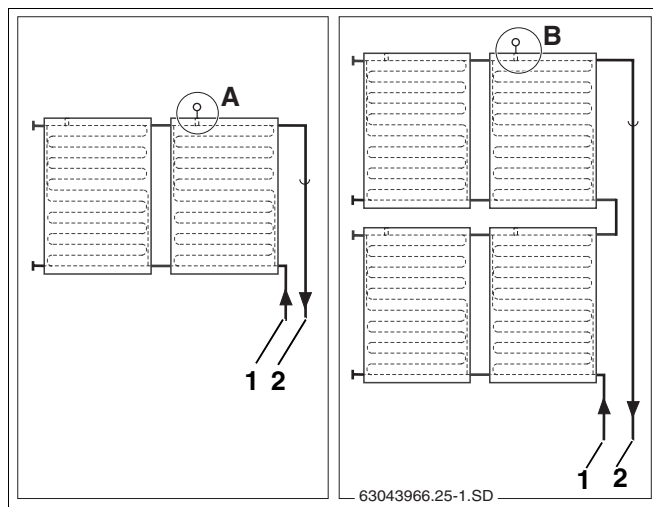

Fig. 31 Posizionamento della sonda del collettore (rappresentazione schematica)
Fare attenzione al posizionamento della sonda nel caso di collettori posizionati su una o due file (fig. 31).
La sonda del collettore deve essere montata nel collettore con la tubazione di mandata già collegata (fig. 31, **pos. 2**).
- Posizionamento (fig. 31, **pos. A**) per collettori disposti su una fila e con tubazione di mandata a destra.
- Posizionamento (fig. 31, **pos. B**) per collettori posti su due file con tubazione di mandata a destra.